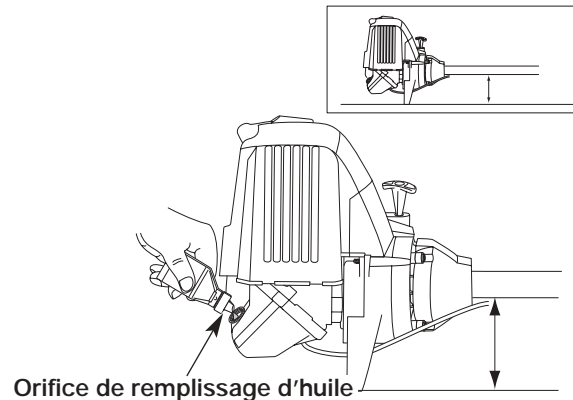

Fig. 8
4. Versez tout le contenu de la bouteille d'huile dans le carter-moteur (Fig. 8).
3. Serrez le bouton en le tournant à droite (Fig. 8).